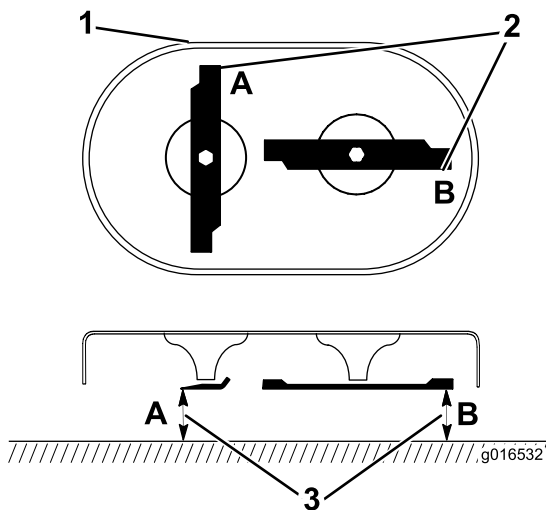

Figura 35
1. Ruotate le lame in modo che siano posizionate come mostrato in Figura 35.
2. Misurate ai punti **A** e **B** da una superficie piana fino ai taglienti (Figura 35) e registrate entrambe le dimensioni.